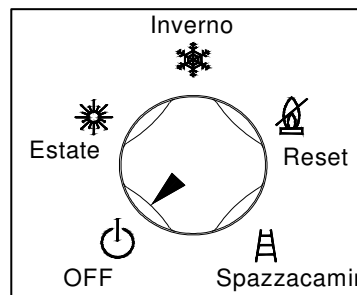

Fig. 5
- ruotare il selettore (39 fig. 5) portandolo in posizione solo Sanitario o Sanitario / Riscaldamento ;
- Funzionamento senza Comando Remoto Sile. Con il selettore in posizione Estate il potenziometro di regolazione riscaldamento (41) rimane escluso e la temperatura dell'acqua sanitaria è regolata dal potenziometro sanitario (40): con il selettore in posizione Estate/Inverno il potenziometro di regolazione riscaldamento è abilitato alla regolazione della temperatura dei radiatori (41), mantenendo attivo anche il potenziometro sanitario. Ruotando in senso orario la temperatura aumenta, in senso antiorario diminuisce.